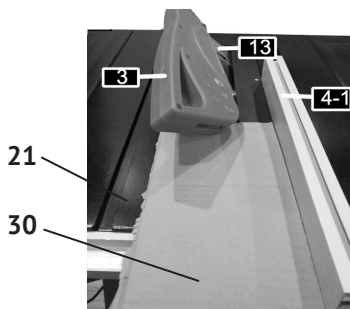

рис.11
- 2.2.3 Резка с наклоном пильного диска, (см.рис.11)
- ослабить быстрозажимную рукоятку (рис.1 поз.20) и сдвинуть передвижной блок с планкой параллельного упора (рис.11 поз.4.1), до совпадения отмеченной линии реза на заготовке (рис.11 поз.30) с плоскостью режущего диска;